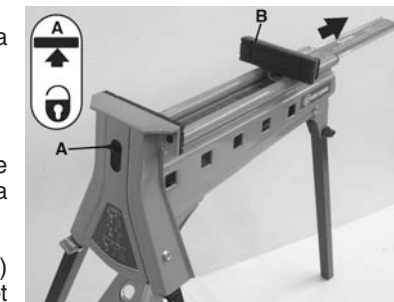

FIGURE 8
- 1) Positionnez le loquet de verrouillage/déverrouillage (A) Fig.8 en position déverrouillée en déplaçant le loquet vers le haut, reportez-vous à l'illustration à la Fig.8.
- 2) Poussez la mâchoire coulissante (B) Fig.8